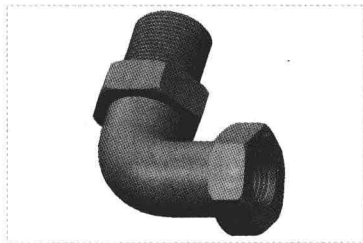

图 16-55 接头效果
Step 11 单击“应用并保存在工具中所做的所有更改，然后关闭工具操控板”按钮，完成螺旋扫描特征的创建，此时即可完成接头的制作，效果如图 16-55 所示。